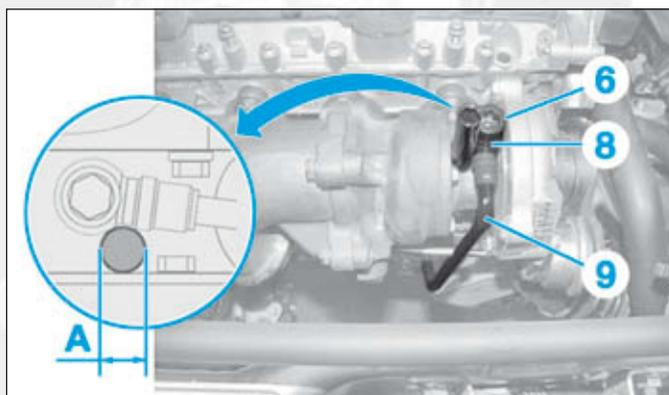

FIG.45
- Placer une pige de diamètre A = 11,5 mm puis serrer la vis sur le turbo au couple prescrit (Fig.45).